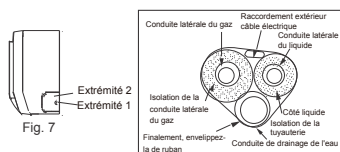

Fig. 7
1. En mettant la tuyauterie et le câblage depuis le côté gauche ou droit de l'unité intérieure, coupez les extrémités de la carcasse si nécessaire (comme indiqué sur la figure 7)